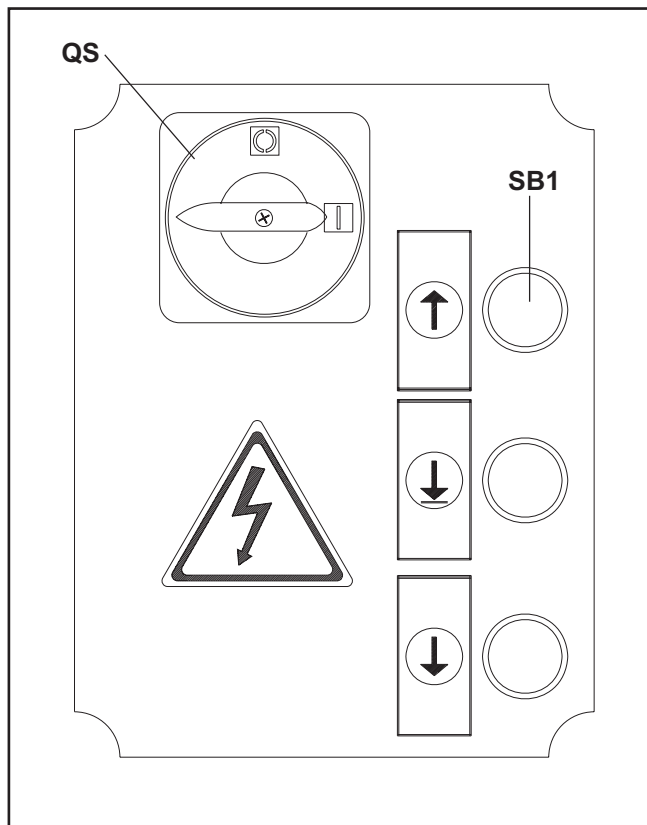

Fig.49
- 4) Chiudere il coperchio del quadro elettrico, ruotare l'interruttore generale (QS, Fig.49) in posizione 1, premere il pulsante di salita (rif.SB1, Fig.49) se il senso di rotazione non corrisponde con quello della freccia, invertire tra loro 2 fasi dell'alimentazione.
- 4) Close the cover of the electric box, turn the main switch (QS, Fig.49) to position 1, press the up push button (ref. SB1, Fig.49) and, if the direction of rotation does not correspond to that shown by the arrow, reverse the 2 power supply phases.